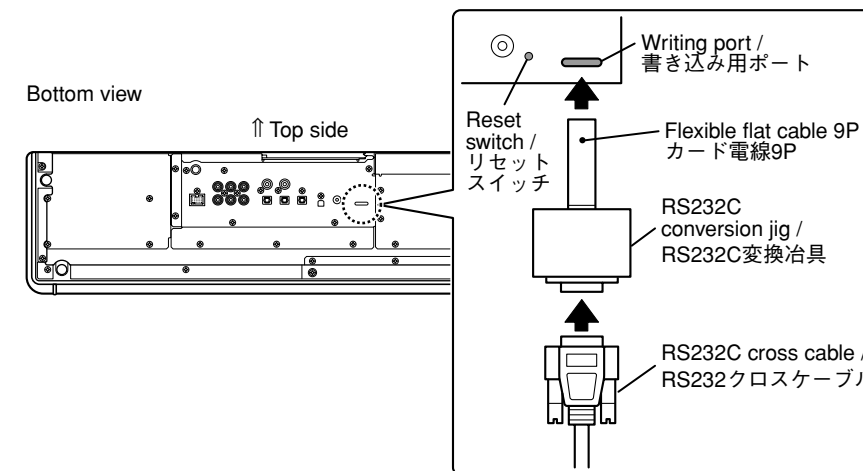

Fig. 1
- Connect the writing port of the main unit to the serial port (RS232C) of the PC with RS232C cross cable, RS232C conversion jig and flexible flat cable as shown below. (Fig. 1)
- 本機の書き込み用ポートとPCのシリアルポート (RS232C) を下記のように接続します。(Fig. 1)
- While pressing the reset switch of main unit, connect the power cable to the AC outlet. (Fig. 1)
- 本機のリセットスイッチを押しながら、電源コードをACコンセントに接続します。(Fig. 1)